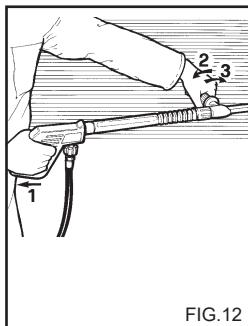
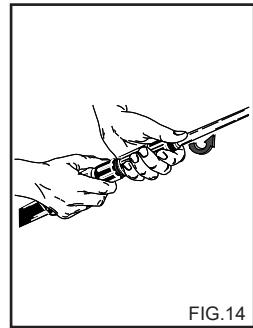

FIG.12
FIG.14
**KAKSINKERTAISEN KÄRKIOSANTAISETTÄVÄN PÄÄN (Fig. 12) KÄYTÄMINEN.**
2) Poista jatkokappale kahvasta ja aseta kaksisuihkuputki tai säädetettävällä pääkappaleella varustettu suihkuputki (Fig. 14) paikoilleen, kytke painepesuri päälle, kytke suihkuputkella oleva puhdistusaineen imuun ohjauspainike päälle (Fig. 12, 13) ja levitä pesuainetta pestävälle pinnalle alhaalta ylöspäin. Anna vaikuttaa muutaman minuutin ajan.